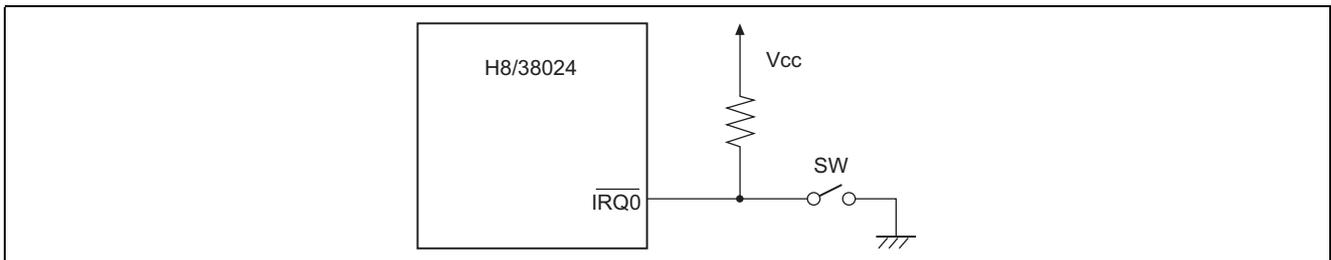

図 1 スリープ(中速)モードへの遷移におけるスイッチ接続例
- (1) スリープ(中速)モードへの遷移を行ないます。
- (2) アクティブモードでプログラム実行中に, IRQ0 端子に接続したスイッチ入力により IRQ0 割込みを発生させ, IRQ0 割込み処理終了後に SLEEP 命令の実行によりスリープ(中速)モードへ遷移させます。
- (3) スリープ(中速)モードに遷移してから, 1sec 後にタイマ A 割込みによりスリープ(中速)モードを解除し, アクティブ(中速)モードへ遷移させます。
- (4) プログラム起動と同時に LED を点灯し, スリープ(中速)モードへ遷移すると LED を消灯します。そして, アクティブ(中速)モードへ遷移すると再び LED を点灯します。
- (5) LED はポート 9 の P92 出力端子に接続されているものとします。
- (6) P92 は, 大電流ポートです。
- (7) 図 1 に IRQ0 端子に接続するスイッチの接続例を示します。